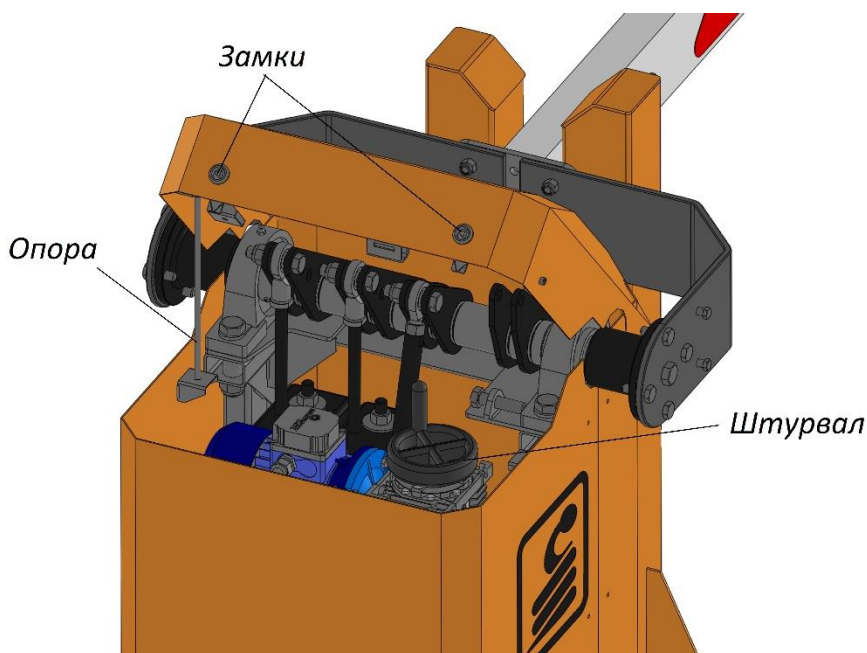

Рисунок 18
**Порядок действий (Рис.18):**